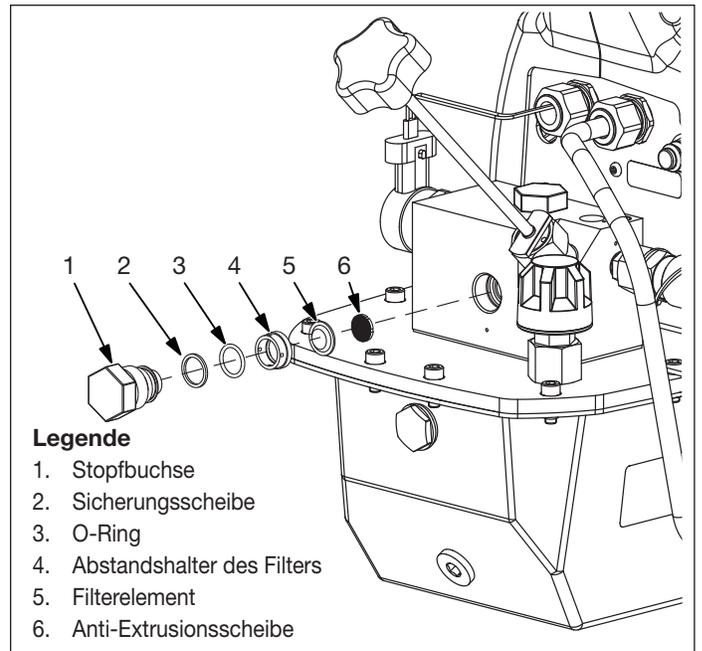

Abbildung 10, Filterelement
5. Lösen Sie mit einem 1" Schraubenschlüssel oder Steckschlüssel die Stopfbuchse und entfernen Sie diese vom Ventilblock. Siehe Abbildung 10.